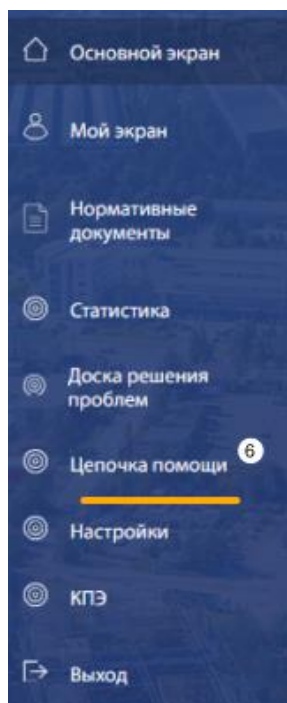

Рисунок 3.1
1. Переход к новому разделу «Цепочка помощи» осуществляется через боковое меню (Рисунок 3.1).